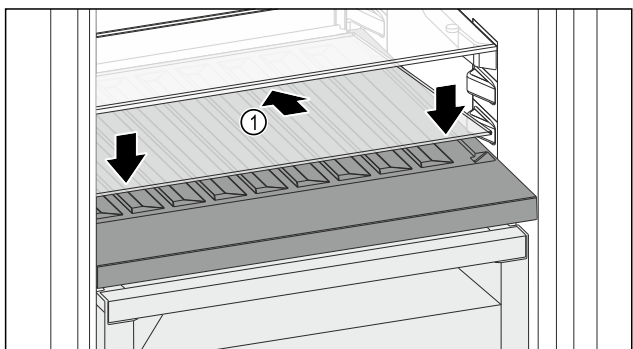

Fig. 115
- ▶ Așezați placa de sticlă Fig. 115 (1) oblic și spre spate înclinată în jos.
- ▶ Coborâți în față placa de sticlă Fig. 115 (1).